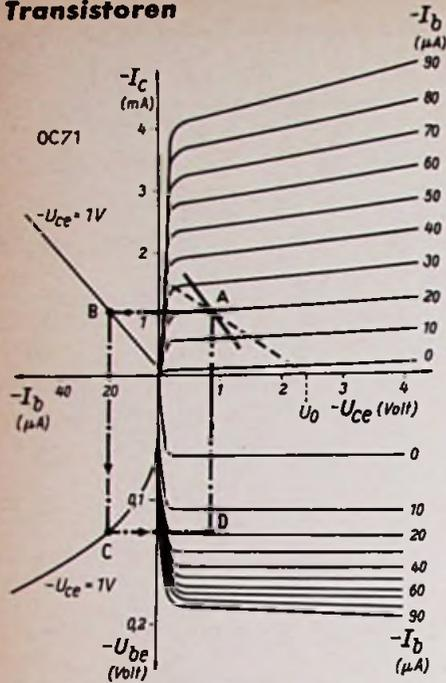

Bild 2. Kennlinienfelder des Transistors OC 71 für Emitterschaltung
Anpassung und Arbeitspunkt hängen eng miteinander zusammen. Ehe man an praktische Versuche herangeht, sollte man sich stets erst einmal die Verhältnisse im Kennlinienfeld des Transistors ansehen. In Bild 2 ist das  $I_c/U_{be}/U_{ce}$ -Kennlinienfeld des Transistors OC 71 für die Emitterschaltung dargestellt. Der linke obere und der linke untere Quadrant sind uns bereits aus den Bildern 4 und 5 des vorigen Teils dieser Aufsatzreihe bekannt. Die Neigungen der Kurven stellen die Stromverstärkung und den Eingangswiderstand dar. Der rechte obere Quadrant ist uns ebenfalls bekannt aus Bild 6 des vorigen Teils. Der rechte untere Quadrant zeigt, daß die Basisspannung  $-U_{be}$  bei gegebenem Basisstrom  $-I_b$  sich mit der Kollektorspannung nicht sehr viel ändert. Der Ausgang hat in der Emitterschaltung, wie schon besprochen, nur wenig Rückwirkung auf den Eingang. Der Arbeitspunkt eines Transistors erscheint nun in allen vier Quadranten, wie es in Bild 2 durch die strichpunktierten Linien angedeutet ist.
Wir wollten mit einer möglichst kleinen Betriebsspannung auskommen, z. B. mit  $U_0 = 2,4$  V. Damit ist der Fußpunkt der Gleichstrom-Arbeitsgeraden, für welche der Widerstand R3 in Bild 1a verantwortlich ist, festgelegt. Für die Größe dieses Widerstandes müssen wir folgende Überlegungen anstellen. Am Punkt ① in Bild 1a möge eine Wechsellspannung mit der maximalen Amplitude von 100 µV liegen, so daß bei einem Eingangswiderstand von 850 Ω ein Basiswechselstrom von etwa 0,12 µA fließt. Dieser Strom wäre auf dem Bild 2 nicht mehr erkennbar, wir haben es also mit einer typischen Kleinsignal-Verstärkung zu tun. Bei dieser kleinen Aussteuerung könnten wir dann auch den Kollektor- und Basisgleichstrom sehr klein wählen. Im vorigen Teil jedoch haben wir gesehen, daß sich der Kollektorstrom mit der Temperatur ändern kann. Man rechnet, daß der Kollektorreststrom (vgl. Teil I) bei 20° Temperaturerhöhung auf das 5 bis 8fache wächst. Aus dem Datenblatt des Transistors OC 71 entnehmen wir, daß bei 25° C der Kollektorreststrom in der Emitterschaltung
lektorspannung  $-U_{ce}$  darf nicht zu klein gewählt werden, so daß etwa die in Bild 2 eingezeichneten Verhältnisse brauchbar sein können. Der gestrichelten Geraden entspricht der Gleichstrom-Arbeitswiderstand von Bild 1a und zwar
Nun sehen wir aber, daß der unserem Arbeitspunkt bei  $-I_c = 1$  mA zugehörige dynamische Eingangswiderstand  $r_i$  viel größer ist als jener, den wir dem Datenblatt vorhin entnommen haben. Legt man im Punkt C in Bild 2 links unten eine Tangente an die Kurve, so erhalten
Dieser Widerstand ist in Bild 2 als ausgezogene Gerade eingezeichnet.